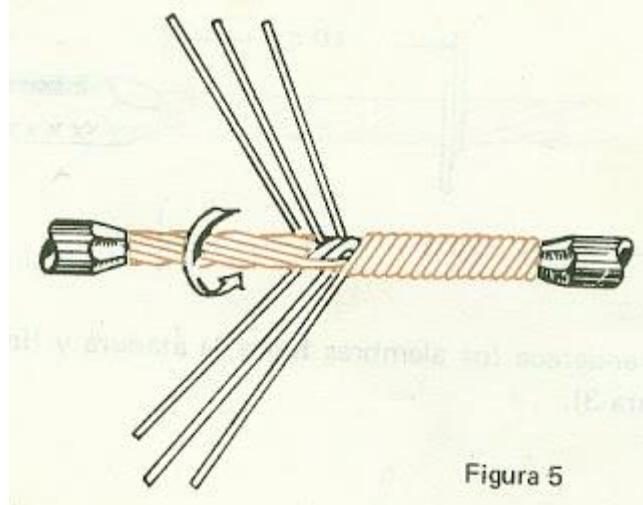

Figura 5
- Quite la otra atadura y arrolle los alambres del otro lado, igual que el anterior. (Figura 5).
Recoja los alambres para que queden contra los cables, y cogiendo en la mano uno de los alambres, enróllelo en la dirección que señala la flecha en la figura 5.